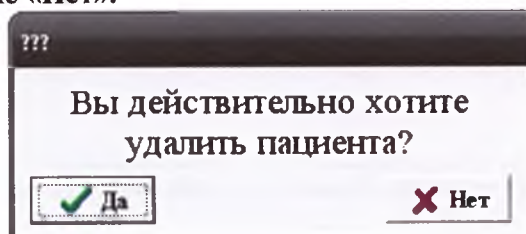

Рис. 16. Запрос на удаление карты пациента (со всеми записями)
- в ответ на запрос программы (рис. 16) щелкните на кнопке «Да». При этом выбранная карта будет полностью удалена из базы данных;